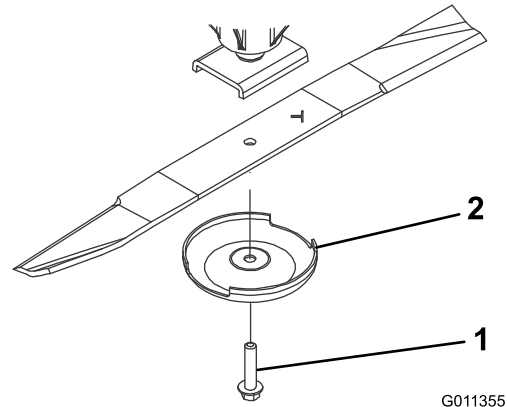

Figure 90
- Enlevez le boulon, la coupelle de protection et la lame de l'axe de pivot (Figure 90).